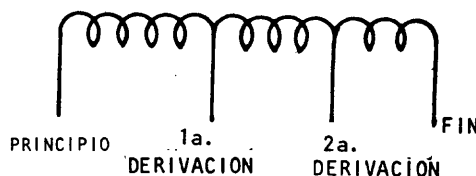

Fig.3
- 1) Si la bobina tiene derivaciones, cuente las espiras, mida el diámetro del alambre entre derivaciones y haga esquema como el de la fig.3.